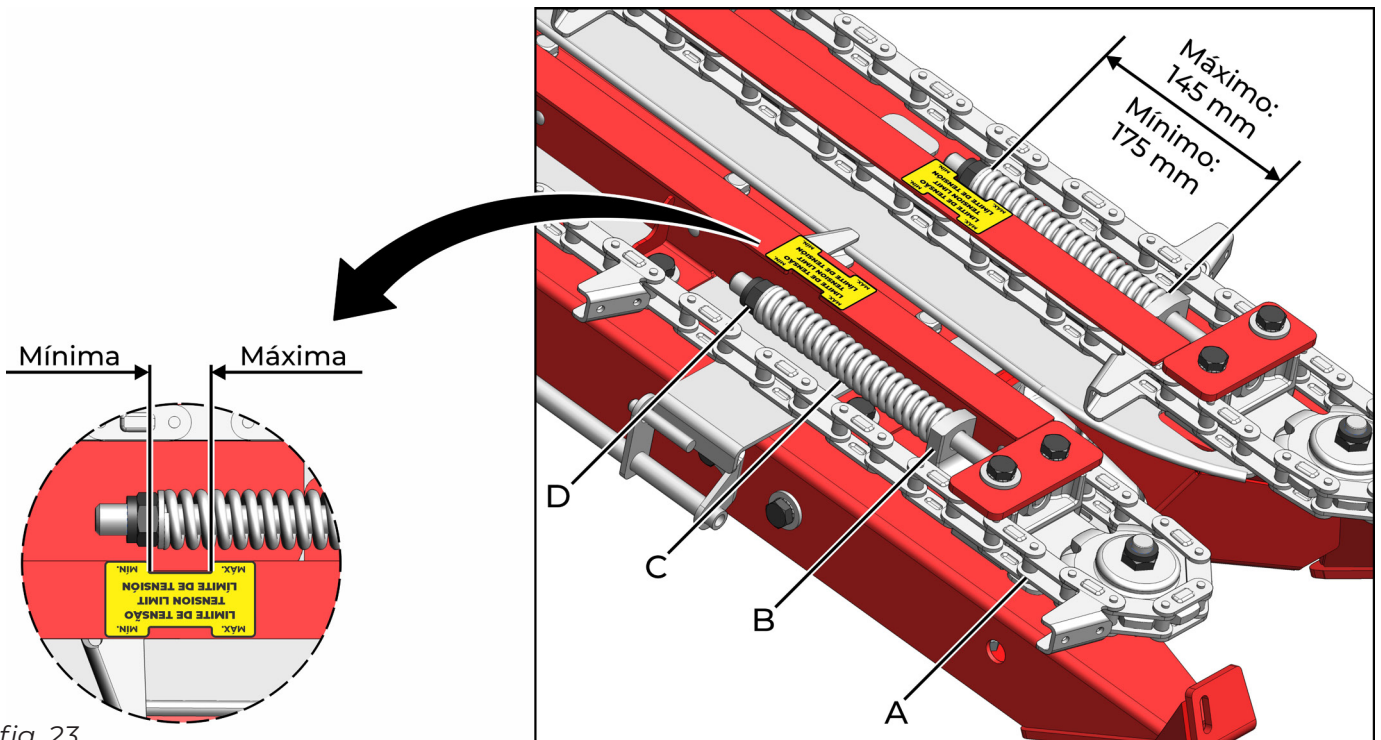

fig. 23
La cadena (A) (fig. 23) posee una tensión, la cual se debe mantener entre la mínima y la máxima, conforme la figura 23.